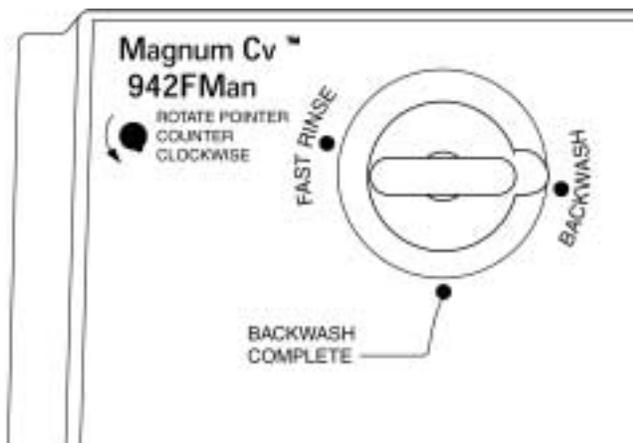

Figura 5.6 Retrolavado
1. Gire el indicador desde la posición de **Backwash Complete** (retrolavado terminado) hasta **Backwash (retrolavado)** (Figura 5.6) Siempre gire en el mismo sentido de la flecha. Se debe quedar en este ciclo 5-20 minutos o hasta el agua saliendo del drenaje es clara.*